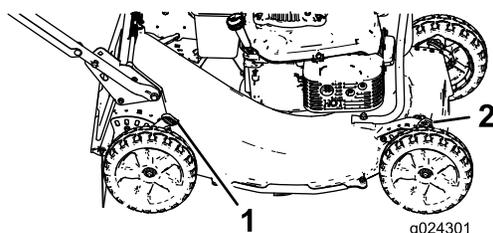

Figura 10
1. Tirate la leva dell'altezza della ruota verso la ruota (Figura 10), e spostatela nella posizione opportuna.